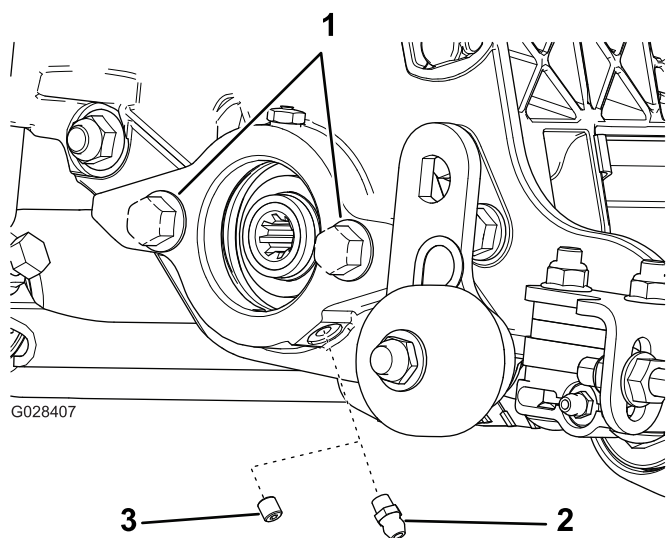

Figura 5
1. Rimuovete ed eliminate la vite di fermo sulla piastra laterale del motore dei cilindri (Figura 5).
2. Montate il raccordo d'ingrassaggio dritto (Figura 5).
3. Se non sono presenti bulloni sulla piastra laterale del motore dei cilindri, montateli (Figura 5).
I verticutter possono essere installati su uno qualsiasi dei 5 punti di montaggio della macchina. La Figura 5 illustra l'orientamento del motore rispetto a ciascuno dei punti di montaggio. Per tutte le posizioni che richiedono il montaggio del motore sul lato destro del verticutter, installate un contrappeso sul lato sinistro. Per le posizioni che richiedono il montaggio del motore sul lato sinistro, installate un contrappeso sul lato destro del verticutter.